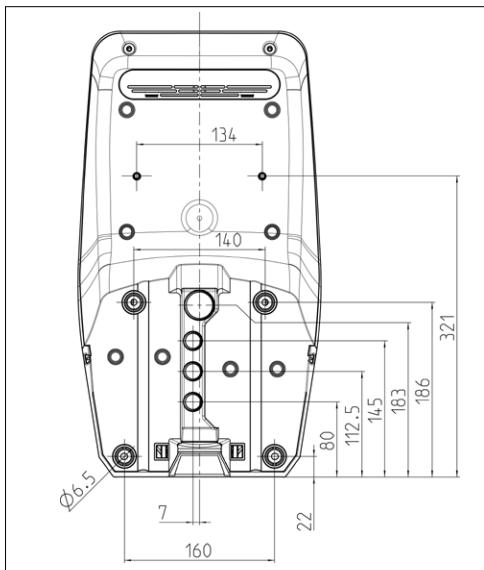

Bild 10: Borrmått [mm]
Vid infällt dragning måste positionen för matarkabeln markeras med hjälp av den bifogade borrschablonen eller bilden "Bild 10: Borrmått [mm]".
- ▶ Markera fästhålen med den bifogade borrschablonen eller bilden "Bild 10: Borrmått [mm]".